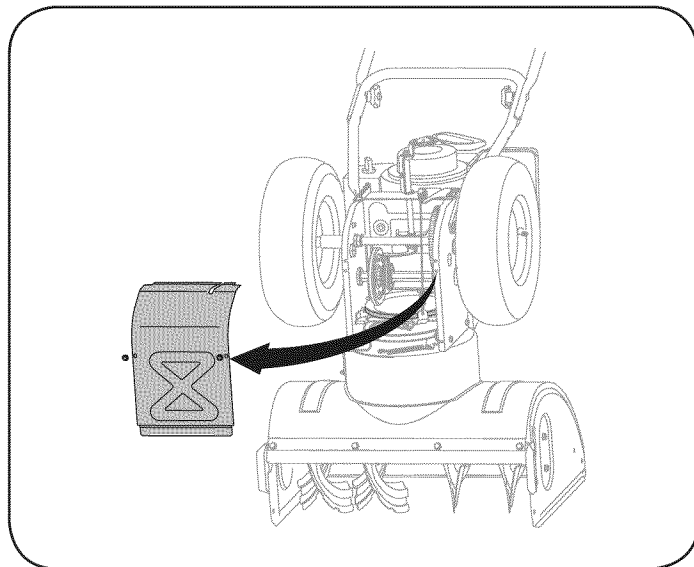

Figura 25
5. Saque la cubierta del marco desde debajo de la máquina quitanieve retirando los cuatro tornillos autorroscantes que la aseguran. Vea la figura 25.
5. Saque la cubierta del marco desde debajo de la máquina quitanieve retirando los tornillos autorroscantes que la aseguran. Vea la figura 25.